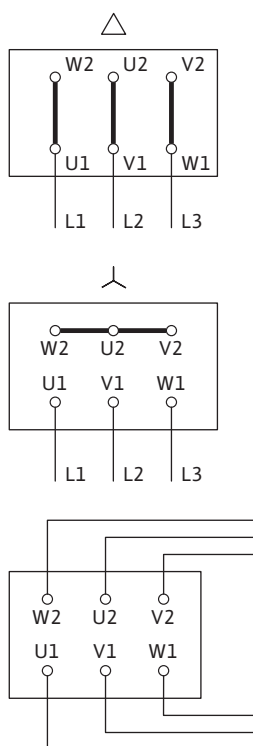

Рис. 17. Подключение к электросети
Схема электрического подключения находится в крышке клеммной коробки (см. также Рис. 17).
- Подключение к электросети зависит от мощности электродвигателя P2, сетевого напряжения, а также типа пуска. Необходимое переключение соединительных перемычек в клеммной коробке можно определить по следующей таблице «Табл. 4. Распределение клемм» на стр. 23 и Рис. 17.